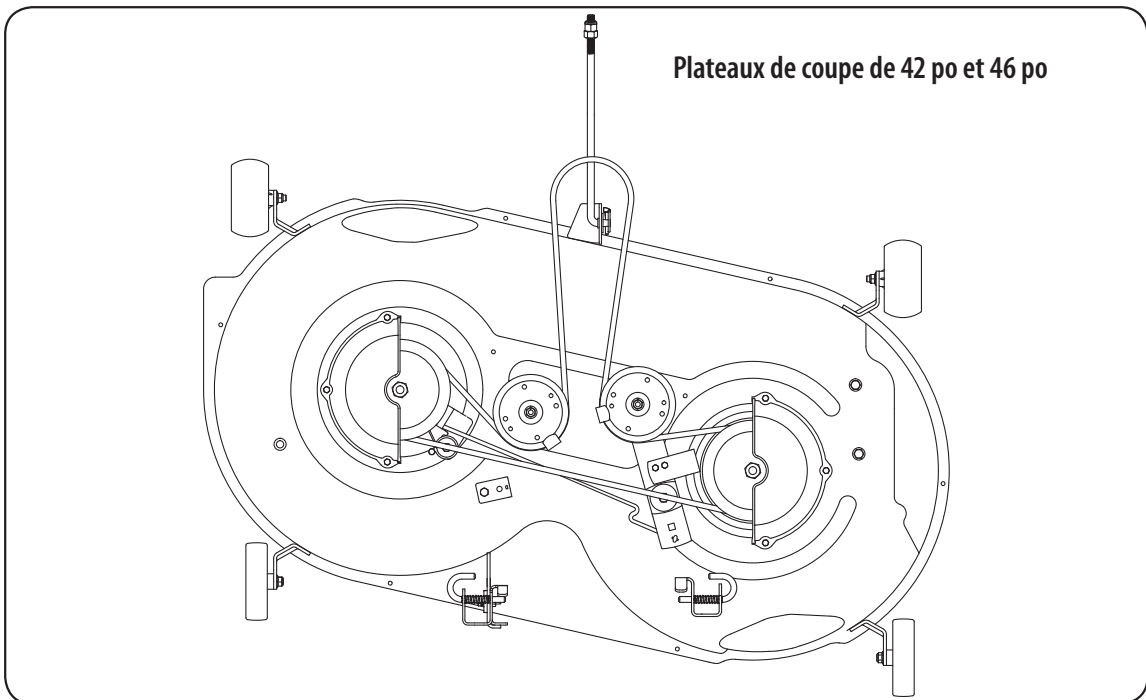

Figure 7-10
9. Remontez le plateau de coupe en vous assurant que la courroie reste autour des poulies. Voir la Figure 7-10.